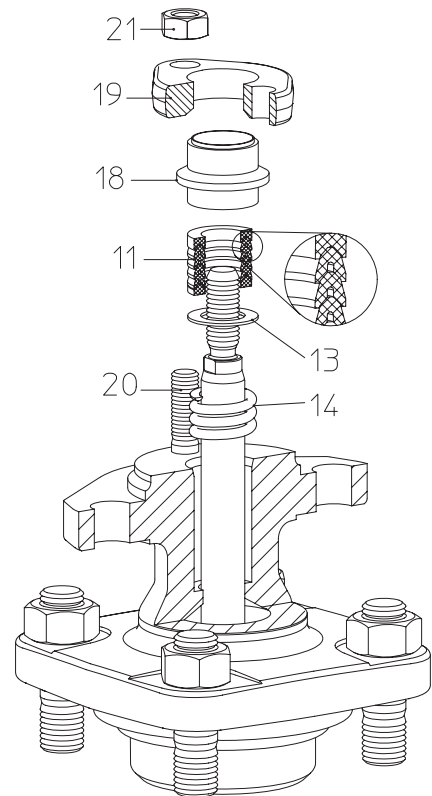

Рис. 10: сальниковые кольца DN15-150
- При замене колец (поз. 11) соблюдайте правильный порядок и монтажное положение каждого элемента (см. Рис. 10).